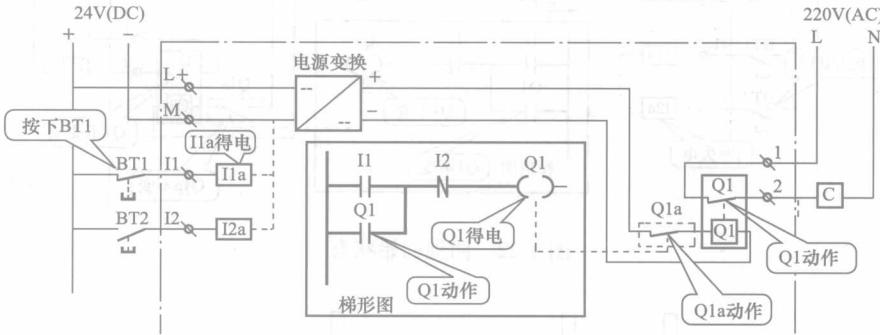

图 1-19 启动程序
2) 按下 BT1 就相当于对 LOGO! 内部的 “I1a 等效线圈” 通电了，并使其程序中的 I1 置位，I1 的置位通过程序中的 I2（相当于常闭）驱动 Q1，最后形成自保持（见图 1-19）。